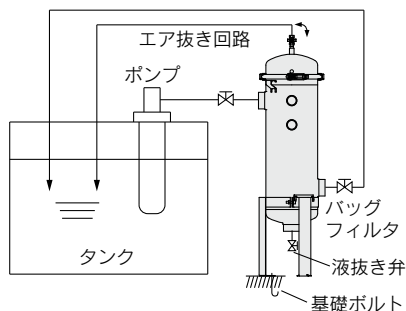

図1.循環ろ過回路例
①フィルタに圧力および流量の変動負荷の少ない回路で使用してください。(図1参照)